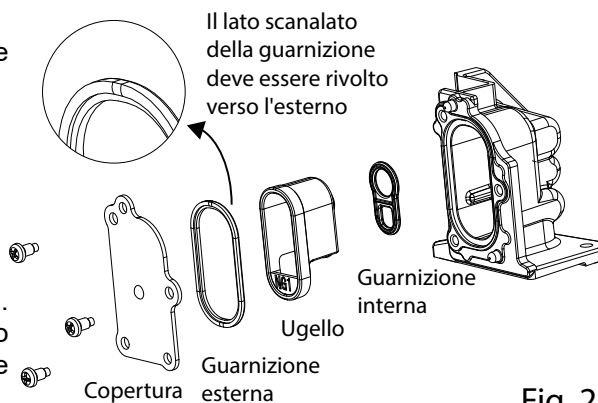

Fig. 2
6. Rimuovere l'ugello in plastica dall'alloggiamento (Fig. 2).
7. Posizionare la guarnizione interna ed esterna sul nuovo ugello (Fig. 2).